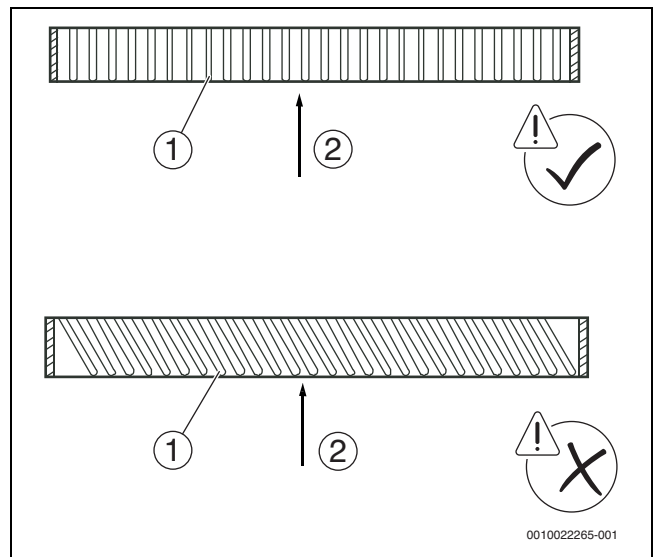

Рис. 3
- Убедитесь, что решетка воздухозаборника расположена под углом таким образом, что она параллельна направлению впуска воздуха. Между решеткой воздухозаборника и направлением воздухозаборника не должно быть угла, иначе будет увеличиваться уровень шума (→ рис. 3).